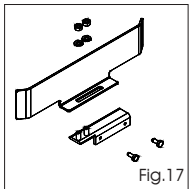

Fig.17
- 1) Monte y fije las 2 láminas perfiladas en los 2 soportes en U con tuercas y arandelas en dotación, como se indica en la Fig. 17.